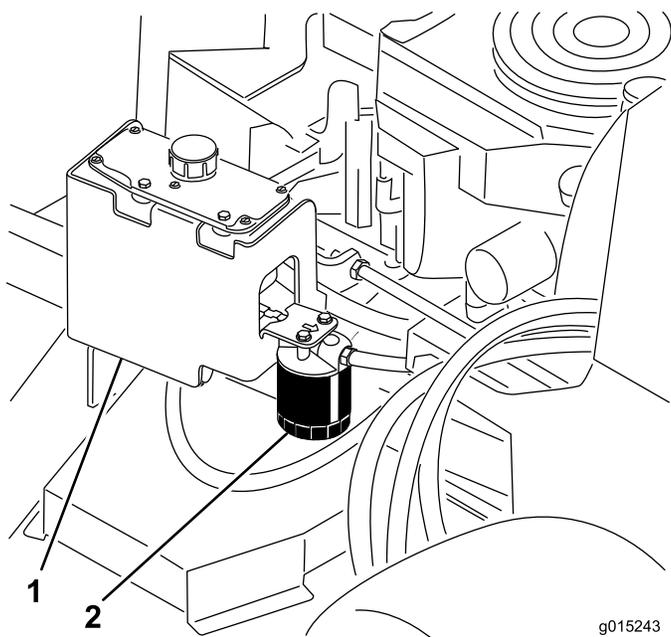

Bild 75
- Stellen Sie eine Auffangwanne unter den Filter (Bild 75).